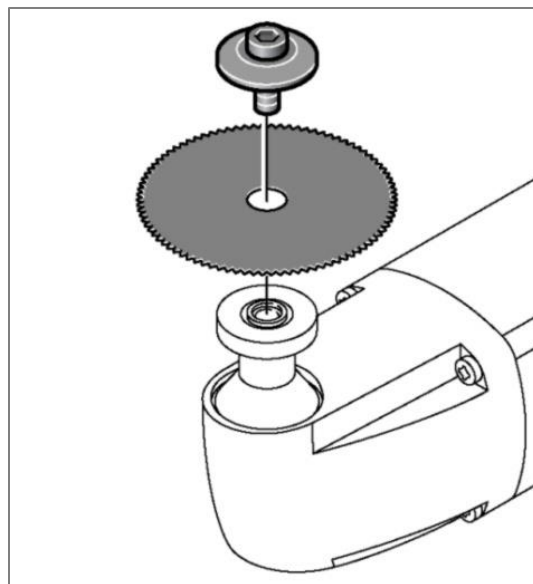

Abbildung 1:
2. Setzen Sie einen Gabelschlüssel an der Antriebswelle hinter dem Sägeblatt an, den zweiten vorne an der Halteschraube (siehe Abbildung 1).